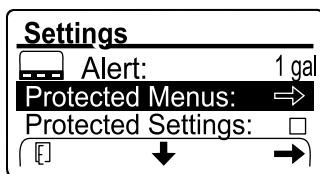

Рисунок 108
1. Введите ПИН-код для опции PROTECTED MENUS (ЗАЩИЩЕННЫЕ МЕНЮ) (Рисунок 108), см. Доступ к защищенным меню \(страница 25\).